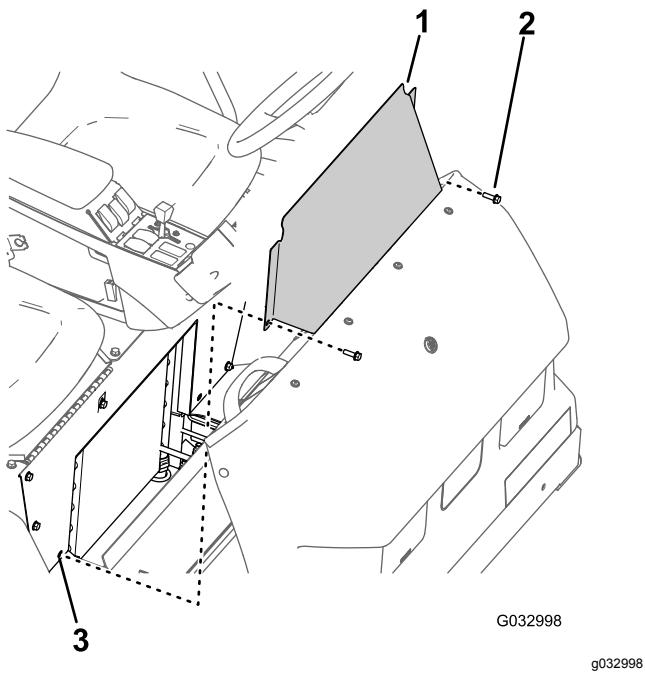

Figura 60
1. Retire los 2 pernos con arandela prensada que sujetan el panel de acceso de la base del asiento a la base del asiento (Figura 60).
2. Retire el panel de acceso de la base del asiento de la máquina (Figura 60).
1. Alinee los taladros del panel de acceso de la base del asiento con los taladros de la base del asiento (Figura 60).
2. Monte el panel de acceso de la base del asiento a la base del asiento con los 2 pernos con arandela prensada (Figura 60) que retiró en el paso 1 de Retirada del panel de acceso de la base del asiento (página 53).